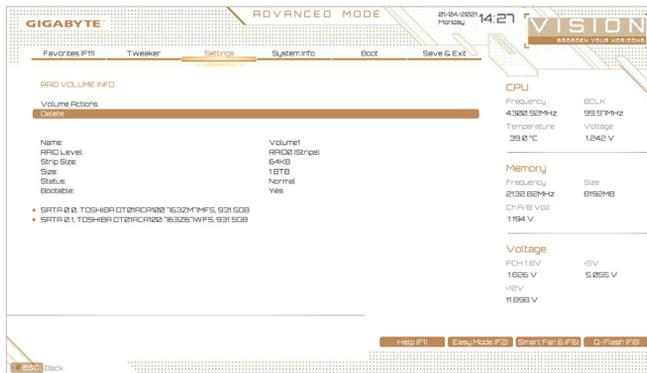

图6
完成后画面将回到「Intel(R) Rapid Storage Technology」画面，即可在「RAID Volumes」处看到建立好的磁盘阵列。若要检视更详细的资料，可在该磁盘阵列上按<Enter>键，即可看到例如磁盘阵列模式、区块大小、磁盘阵列名称及磁盘阵列容量等信息(图6)。